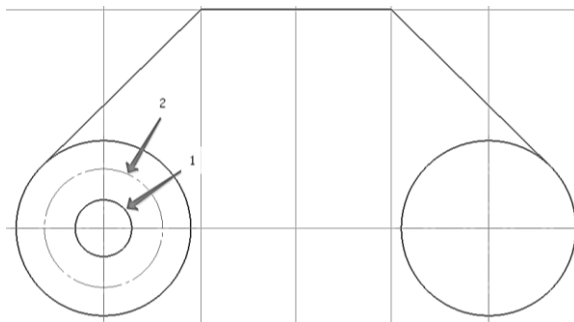

Рис. 45. Построение окружностей
2.9.1 Для этого выбираем команду **Окружность** . Строим две окружности – диаметром 22 мм, стиль – основная (1, рис. 45); диаметром 46 мм, стиль – осевая (2, рис. 45).